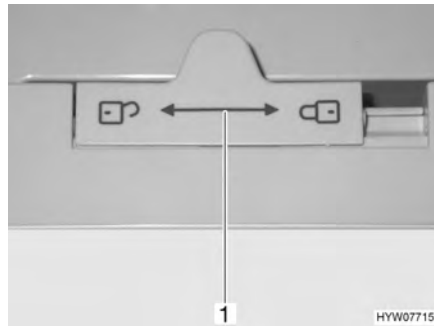

Bild 144 Lås till kylskåpsdörr (Dometic 7-serie)
- Skjut låset (Bild 144,1) åt vänster "V".
- Skjut låset (Bild 144,1) helt åt höger "V".